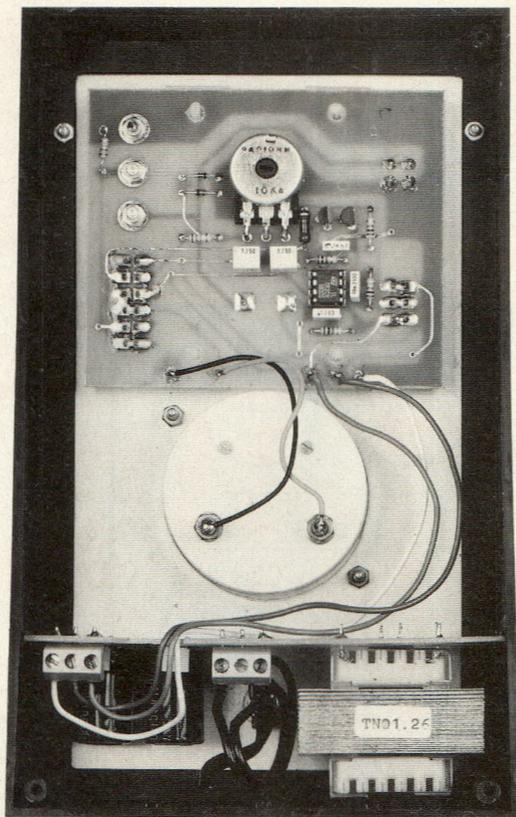

Fig 9 : Le circuit imprimé de l'alimentation est placé à la verticale à l'intérieur du boîtier plastique.
□ Comme visible en fig.9, le circuit imprimé de l'étage d'alimentation est glissé verticalement dans les deux rainures présentes à l'intérieur du boîtier.